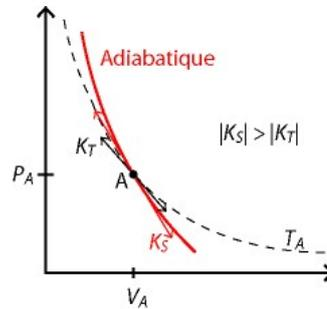

Figure 2
Par comparaison de (9) et (10), sachant que  $\gamma > 1$ , on déduit qu'au point A, l'adiabatique est plus inclinée que l'isotherme. Voir Figure 2.